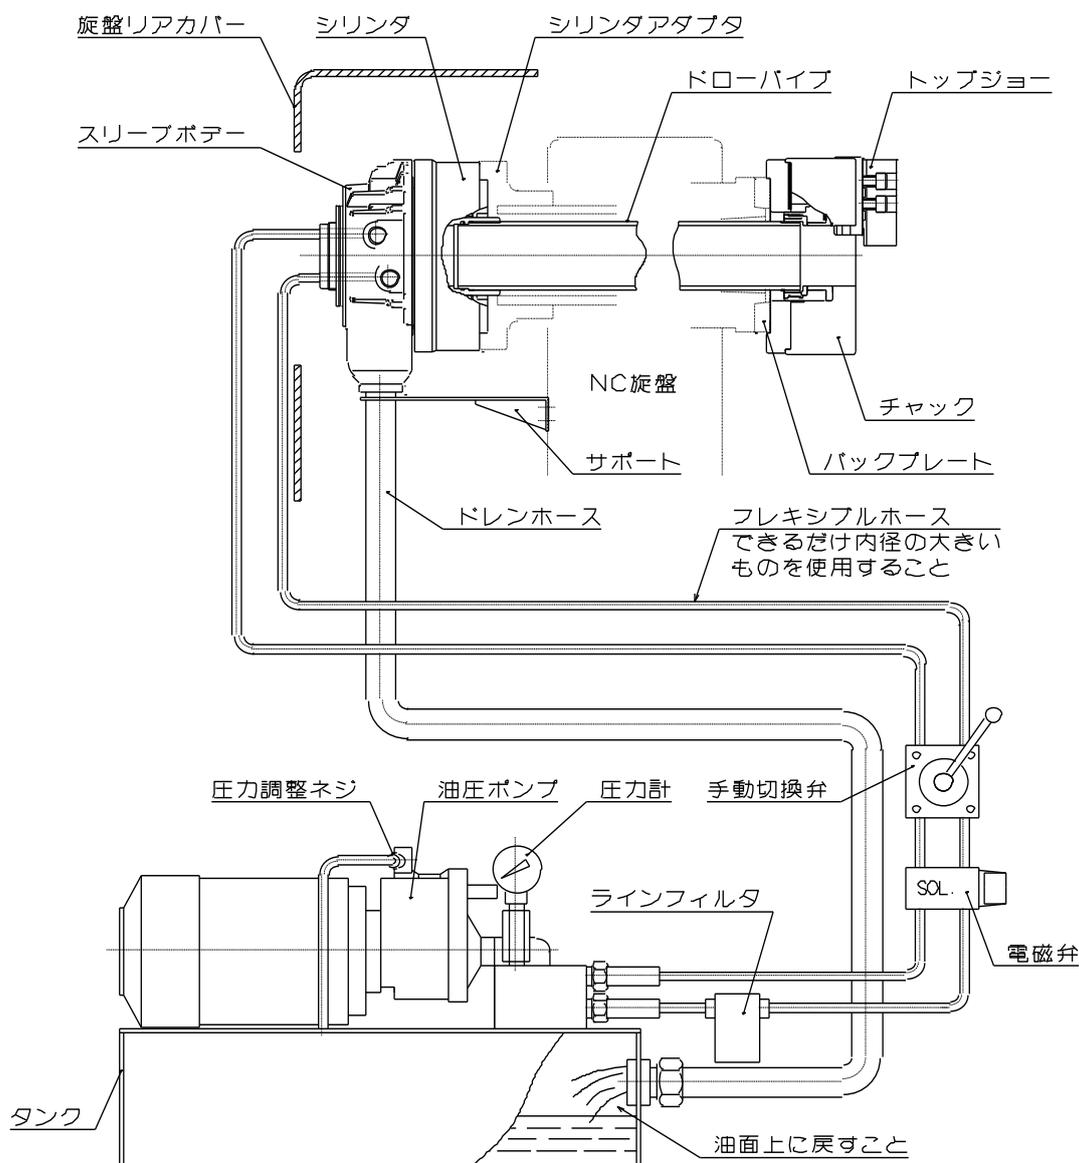

図 13
- ・ ドレンは必ず油圧ユニットの油面上に戻すこと。(図13参照)